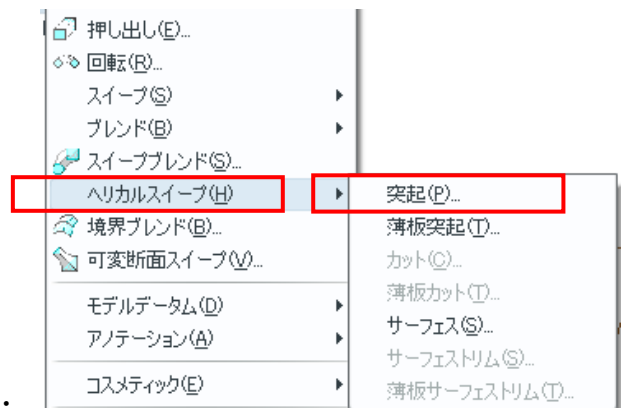
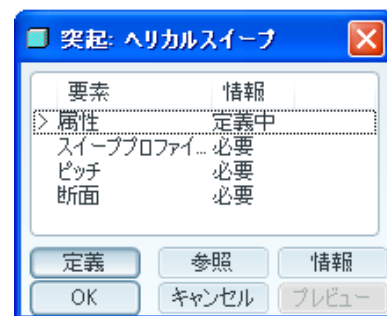
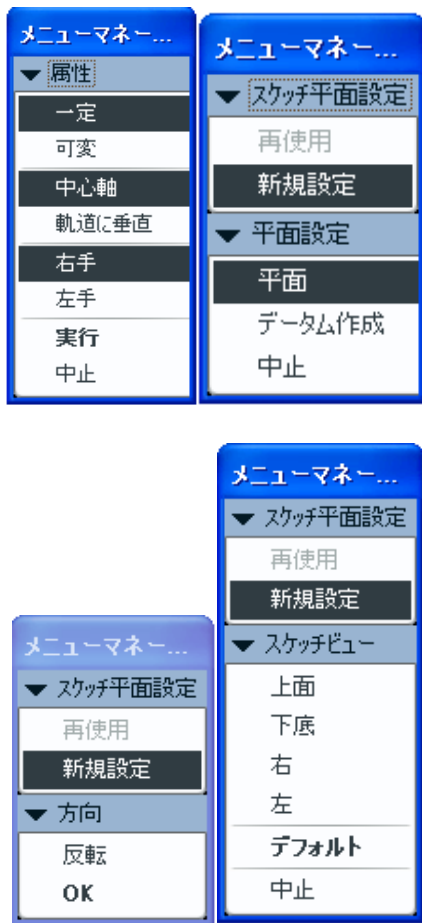

図 9-38 挿入のヘリカルスイープと突起
図 9.39 突起 ヘリカルスイープ
図 9-40 ヘリカルスイープメニューマネージャー
- メインツールバーの「挿入」から「ヘリカルスイープ」(図 9-38)。突起・ヘルカリスweepダイアログボックスが現れる(図 9-39)。⇒「属性一定」⇒「中心軸」⇒「右手」⇒「実行」⇒「スケッチ平面設定」⇒データム C、方向 ⇒「OK」⇒スケッチビュー「デフォルト」(図 9-40)。